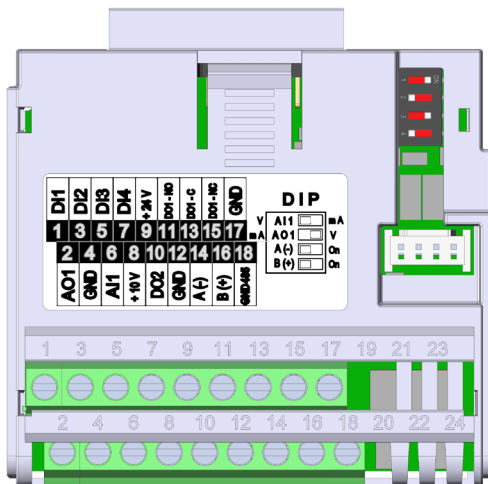

Abbildung 20.1: Steckmodul CFW500-IO5
Das CFW500-IOS Steckmodul verfügt nur über die Serielle Schnittstelle (1) über den RS-485-Port an den Anschlussklemmen 14 (A-) und 16 (B+), vgl. Abbildung 20.1 auf Seite 20-1. Siehe auch: GND485 an Klemme 18 ist von GND an den Klemmen 17 und 4 isoliert.